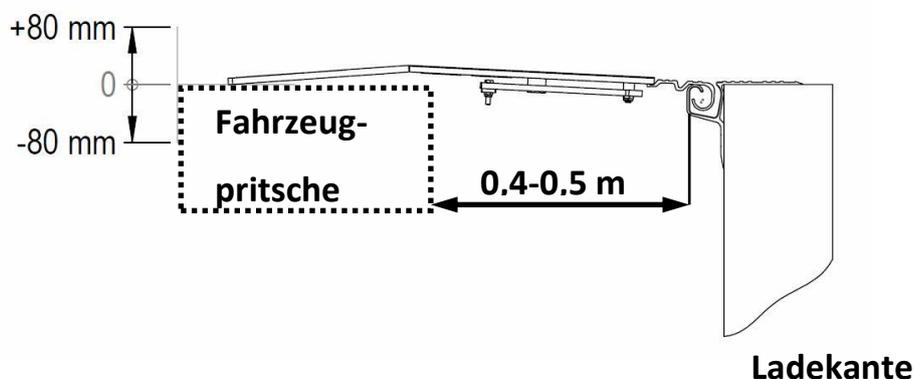

Abbildung 8: Zulässige Abstände Fahrzeug/Verladeblech
3. Fahrzeug an die Rampe fahren, Abstand Rampe/Fahrzeug 0,4-0,5 m (Abbildung 8)
- Die max. zulässige Höhendifferenz von Rampe zu Fahrzeugpritsche darf +/-80mm betragen. (Abbildung 8)